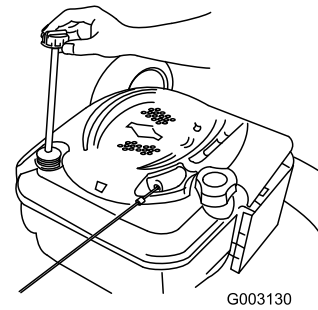

Figura 30
2. Retire la varilla (Figura 30).